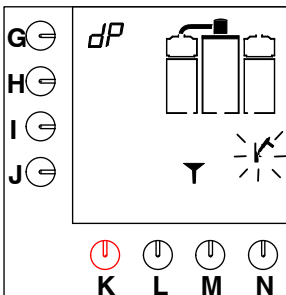

Fig. 16 Kaffetraktesystemet etterlyser rensmiddel
- Et signal høres, hammersymbolet blinker og det vises en trakt på displayet (fig.16).